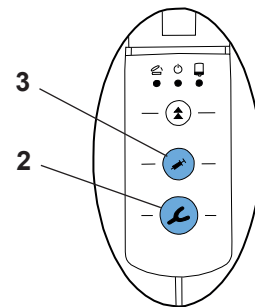

図 8
- あらかじめプログラムが選択されていない状態で、トレー用(2、図8)またはディスペンサー用(3、図8)スタートキーが押されると、装置は自動的にプログラムSTが有効化されます。STキーの横にあるLEDランプが点灯します。